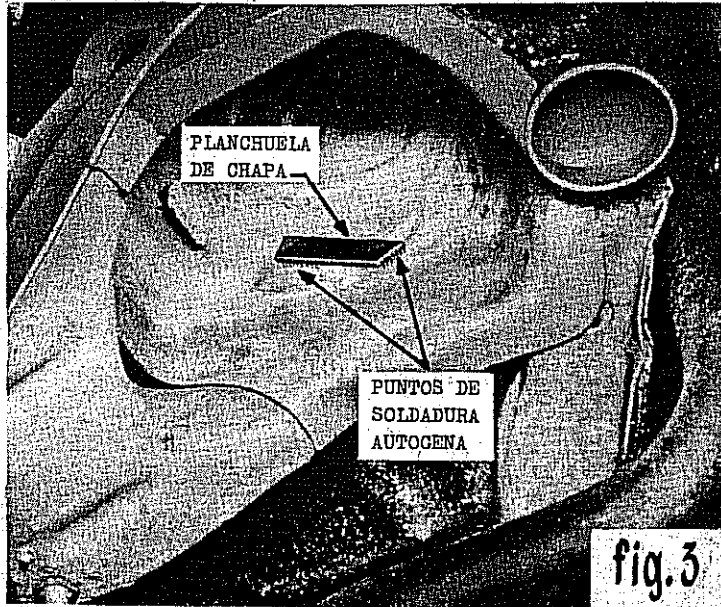
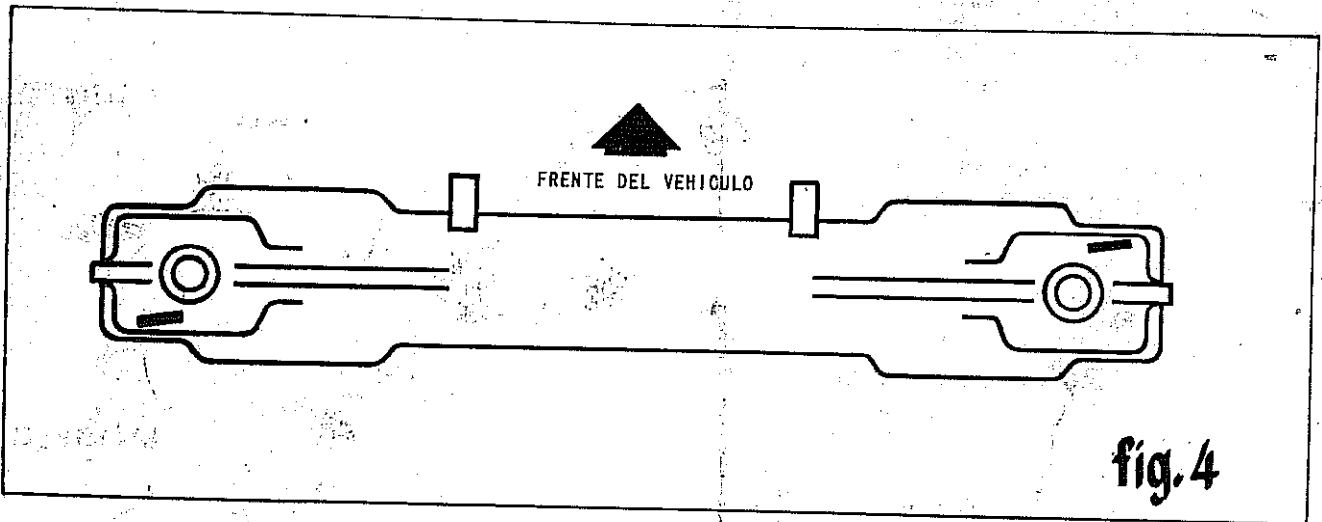

fig. 3
fig. 4
- 2) Una vez desmontados los espirales de lanternos, soldar dichas planchuelas con soldadura autógena a los asientos superiores, por el lado de las protuberancias (fig. 3), es decir, por delante del travesaño en el lado derecho y por detrás en el lado izquierdo (fig. 4).